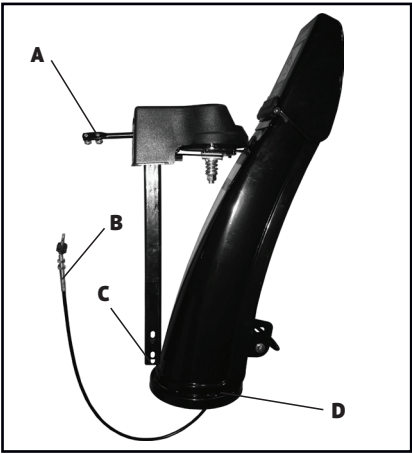

Рис. 6
- Поместите желоб снегоотбрасывателя (рис.6, D) на опорный раструб (рис.7, B)
- Установите опорную планку желоба (рис.6, C) в посадочное место (рис.7, A) и закрепите двумя болтами.
- Вставьте рычаг привода желоба стороной А (рис.8) в отверстие в панели управления затем подсоедините рычаг привода стороной В (рис.8) с точкой А (рис.6) на приводе желоба. И закрепите их болтами.